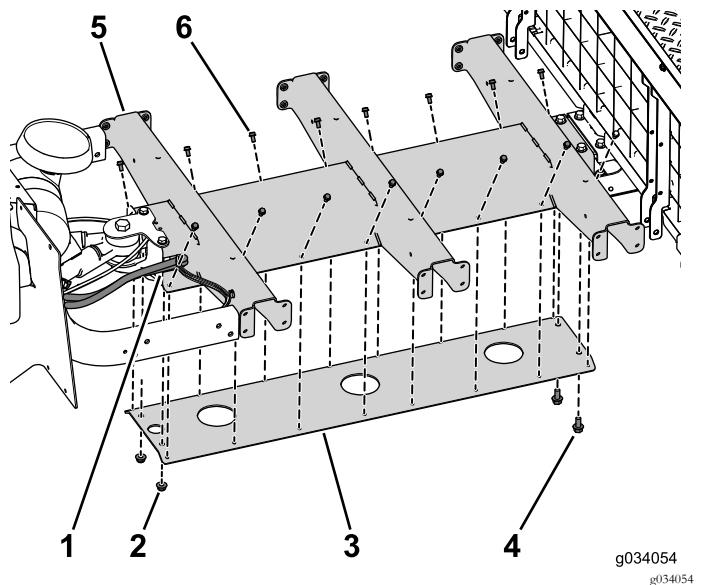

图30
1. 使用 4 个螺栓  $5/16 \times 3/4$  英寸将平台支架松松地安装到中央通道上 图30。